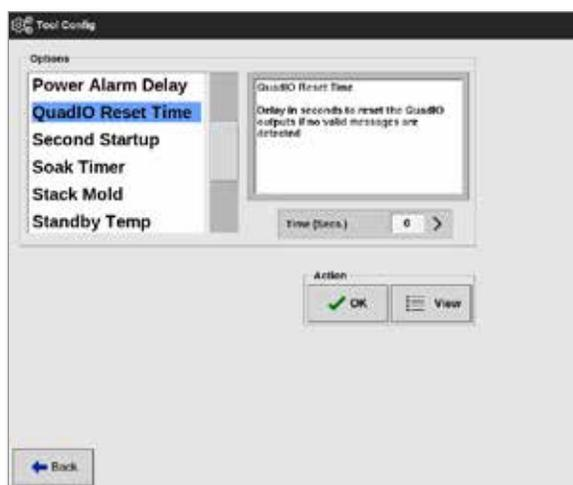

Figura 11-2 Scelta del timer di reset Quad IO
4. Scegliere Quad IO Reset Timer (Timer reset Quad) IO dall'elenco delle opzioni. Vedere la Figura 11-2.